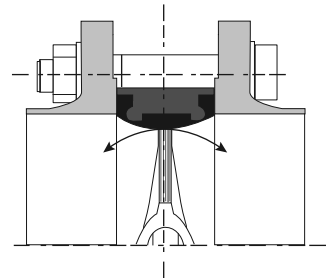

Abbildung 2: Falscher Einbau
- ▶ Schlechte Abdichtung zwischen Absperrdichtung und Klappenscheibe (siehe Abbildung 2).